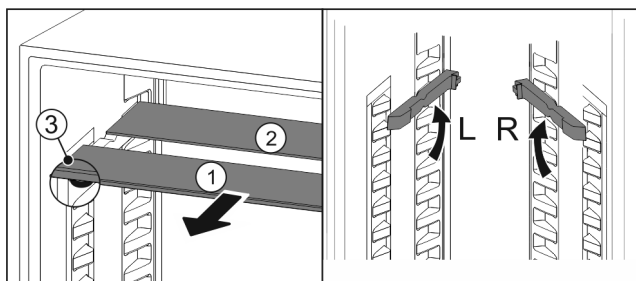

Fig. 105
- ▶ Træk glaspladerne ud enkeltvis fremad Fig. 105 (1).
- ▷ Glaspladen Fig. 105 (1) med pyntelisten ligger foran.
- ▷ Stoppene Fig. 105 (3) peger nedad.